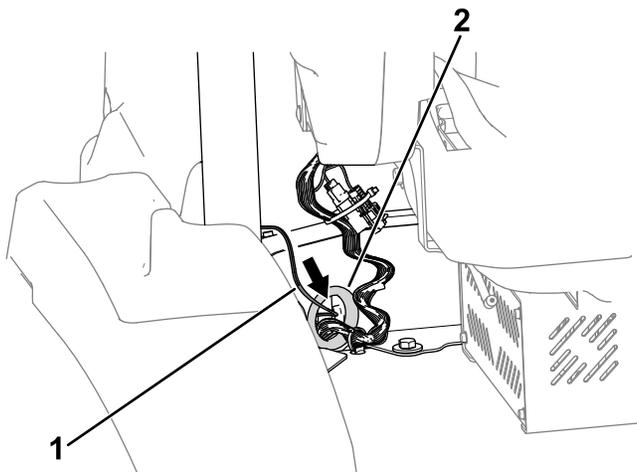

図 6
3. P09 というラベルの付いたハーネス端部を、運転台のグロメットに通す図 6。